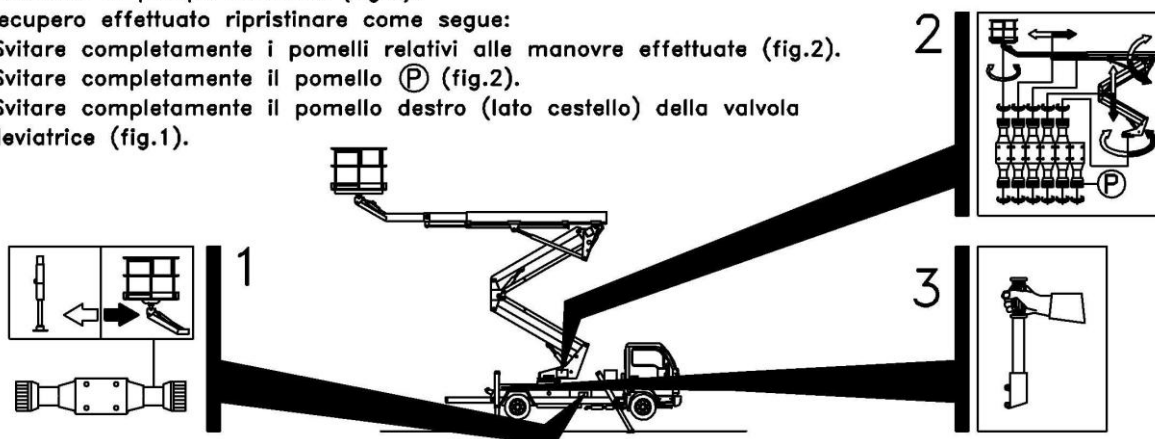

fig. 4.4.4
- procedere al recupero seguendo le indicazioni dell'adesivo posto sopra il coperchio (*fig. 4.4.4*).